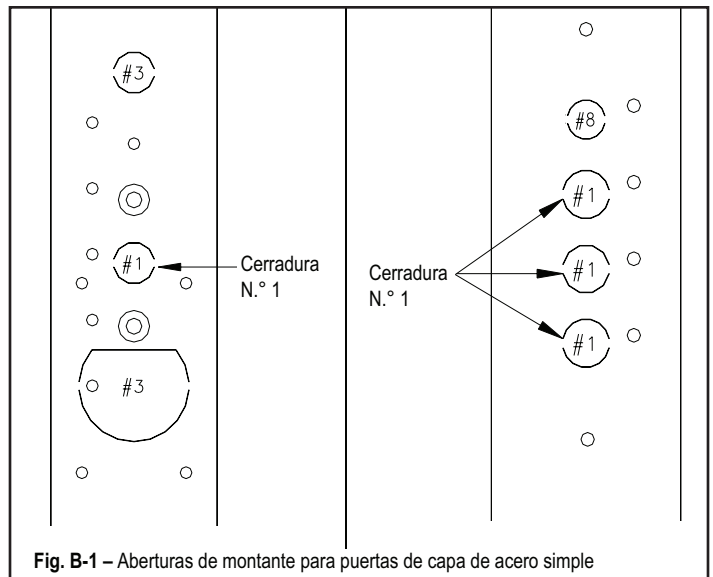

Fig. B-1 – Aberturas de montante para puertas de capa de acero simple
**Paso L1-B:** Ubique el montante de la cerradura. Este montante puede tener orificios previamente perforados para la cerradura o lengüetas removibles numeradas. Puede haber diferentes lengüetas removibles para los diferentes tipos de puertas. Ambos tipos de puertas se muestran en la Fig. B-1. Si hay lengüetas removibles, utilice un destornillador de cabeza plana y un martillo para retirar las lengüetas adecuadas para la cerradura N.º 1.